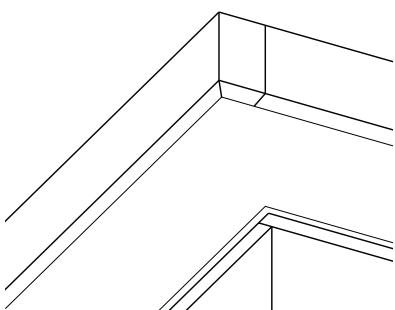

Рис. 11
- Согните J-фаску по линии, чтобы обрезанный под  $45^\circ$  край нижней полки был снаружи. Короткий край планки не крепится к обрешетке, он прижимается к лобовой доске следующей планкой при стыковке (рис. 11).